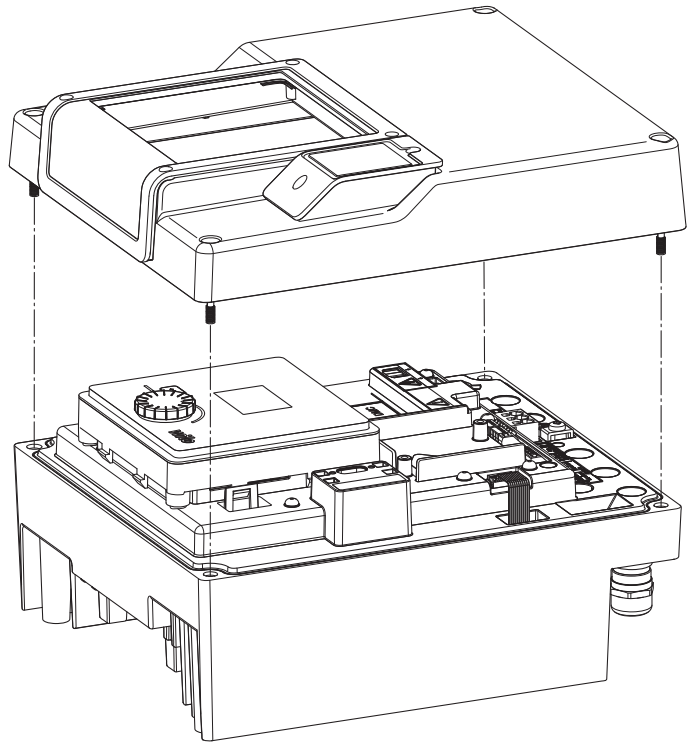

Fig. 45: Åpne dekselet til elektronikkmodulen
- Åpne dekelet til elektronikkmodulen. (Fig. 45).